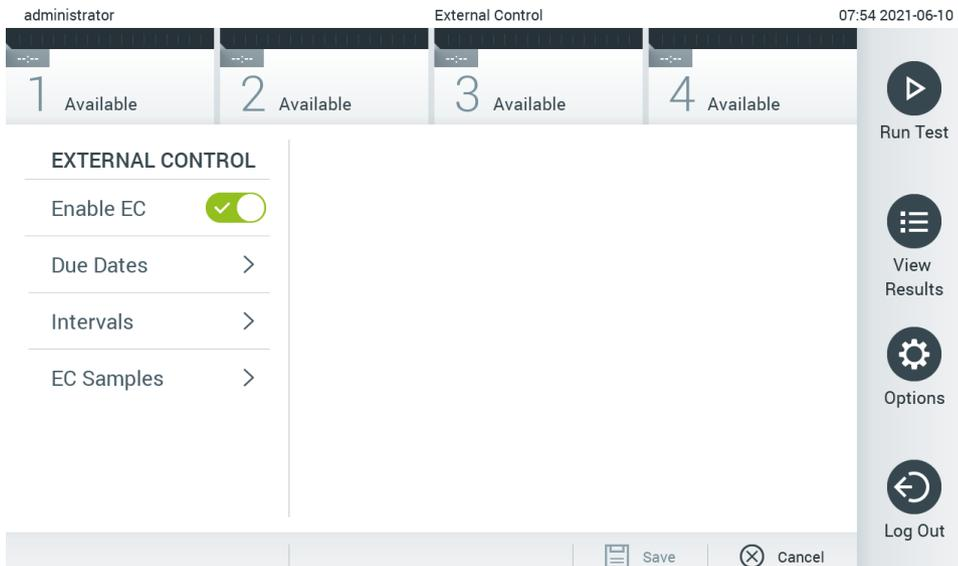

Figure 50. L'écran External Control (Témoin externe).
2. Appuyez sur le bouton à bascule **Enable EC** (Activer EC) pour activer la fonction (Figure 50).